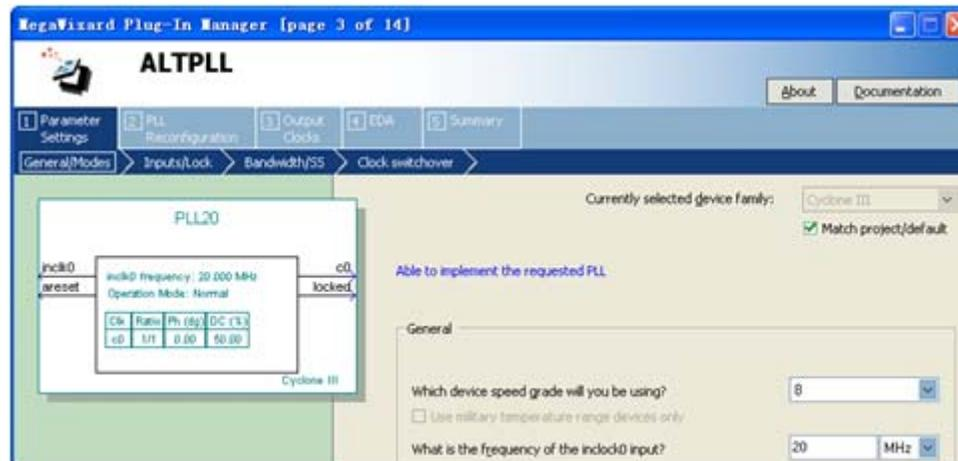

图 5-47 选择输入参考时钟 `inclk0` 为 20MHz
(2) 在图5-47所示窗中首先设置输入时钟频率inclk0为20MHz。
(3) 然后单击Next按钮。